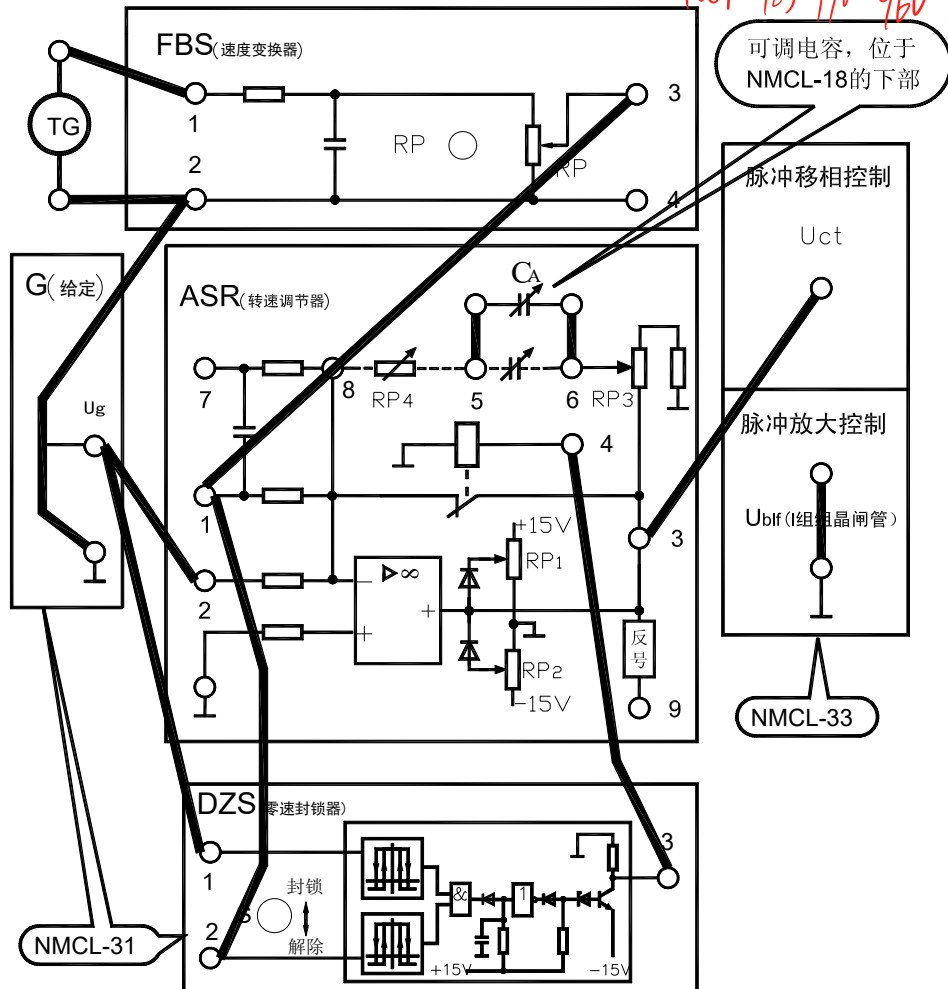

图1-7b 不可逆单闭环直流调速系统控制回路
2. 图 1-7b 中脉冲移相控制 U_{ct} 接 ASR 的 9 脚，而不是 3 脚。